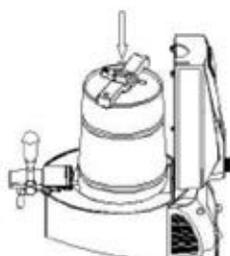
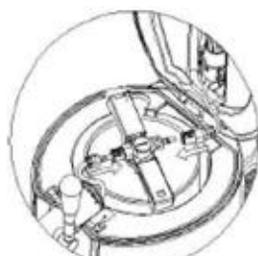

Figura 2
Figura 3
3. Abra a Choadeira e coloque o barril com o pino de perfuração na cavidade de resfriamento (Figura 2), coloque Conector de CO2 e o tubo de saída de chopp ao tubo do conector barril (Figura 3).